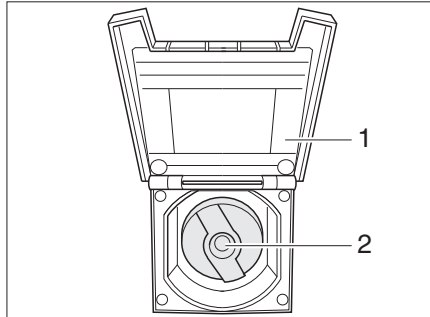

Bild 334 Lock för påfyllningsöppningen för dricksvatten
- Öppna luckan (Bild 334,1) på påfyllningsöppningen för dricksvatten. Locket hålls magnetiskt mot utsidan av fordonet.
- Stick in nyckeln i låscylindern (Bild 334,2) och vrid ett kvarts varv moturs.
- Öppna påfyllningsöppningen för dricksvatten (Bild 334).